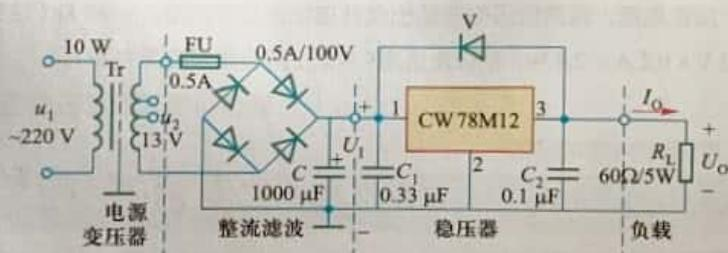

图 7.4.3 固定输出集成直流稳压电源电路
固定输出集成稳压电源电路如图7.4.3所示,它由变压器、整流、滤波、稳压电路等组成。该电路输入交流电压为 $220\text{V} \pm 10\%$ 、 50Hz ,输出直流电压为 12V ,输出直流电流为 $0\sim 200\text{mA}$ 。
- (1) 按图7.4.3配齐所需材料。
- (2) 元器件外观检查。凡元器件外观有破裂、变形、烧坏痕迹以及引脚松动等均需调换。
(3) 用万用表高电阻挡测量变压器一次和二次绕组之间、绕组与铁芯之间、绕组与接地屏蔽层之间的电阻均应趋于无穷大。
(4) 整流桥检测。用万用表 $R \times 1 \text{ k}$ 挡, 测量整流桥交流输入端引脚a和b之间的正反向电阻均趋于无穷大。将万用表红表笔与直流输出端正极引脚c相接, 黑表笔分别与引脚a和b相接, 测得电阻均为很小; 再将黑表笔与直流输出端负极引脚d相接, 红表笔分别与引脚a和b相接, 测得电阻均为很大, 则可判断该整流桥是好的。
(5) 电解电容器检测。万用表置于 $R \times 1 \text{ k}$ 挡, 将黑表笔接电容器的正极, 红表笔接电容器的负极, 如指针先快速偏转后再慢慢回到零, 则电容器是好的。若指针偏转后不回到零而指在某一较小阻值时, 则说明该电容器漏电较大, 不可使用。